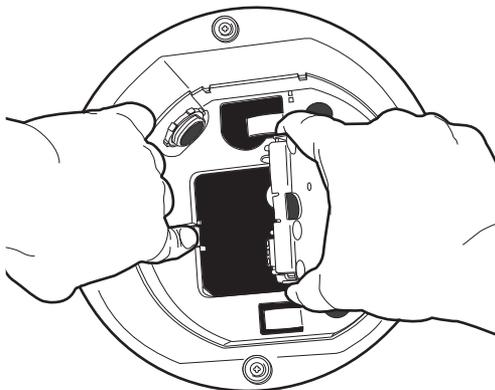

Figura 7. Porta da back box
1. Abra a porta com dobradiça da back box, empurrando a trava da aba na direção da parede da unidade e levantando a porta para abri-la (consulte a figura 7).